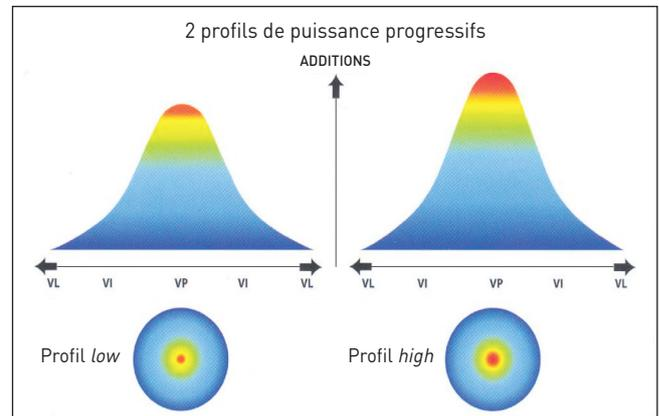

Figure 3. Profils d'addition des Ophthalmic HR sans zones stabilisées.
- *high* : $\geq +2,50$ D pour les forts presbytes (figure 3).